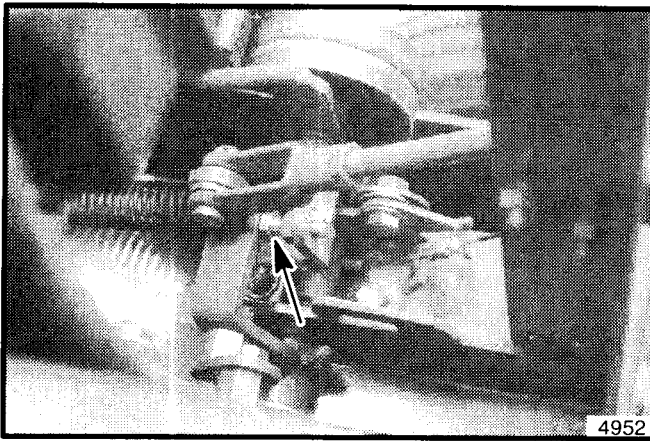

Abbildung 25. Einstellschraube für Riemenanslagspannung
23. Die Spannung der Riemenanschlüge an den Spindelriemen kann durch Lösen der Schraube in der Spindelriemenspannereinheit eingestellt werden und durch Ein- und Ausschrauben der Schraube, um die Spannung am Spannerarm einzustellen, wenn er in der ausgerückten Position ist (siehe Abbildung 25).